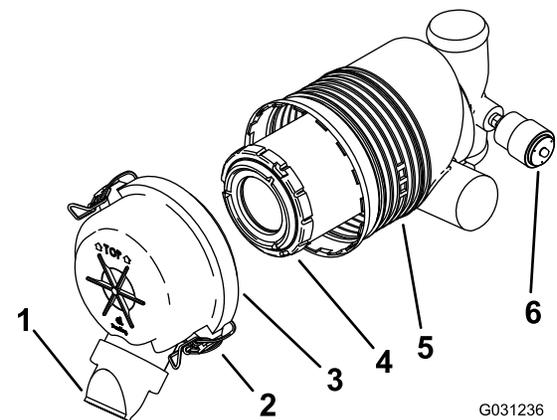

Bild 44
Wichtig: Warten Sie den Luftfilter nur, wenn die Wartungsanzeige rot ist (**Bild 44**). Das frühzeitige Auswechseln des Luftfilters erhöht nur die Gefahr, dass Schmutz in den Motor gelangt, wenn Sie den Filter entfernen.
4. Lösen Sie die Riegel am Luftfilter und ziehen Sie die Abdeckung vom Luftfiltergehäuse ab (**Bild 44**).
1. Schieben Sie den Filter vorsichtig aus dem Luftfiltergehäuse heraus (Bild 44).
4. Setzen Sie den Filter vorsichtig ein (Bild 44).
5. Bringen Sie die Luftfilterabdeckung mit der Seite an, auf der TOP gestanzt ist, und rasten Sie die Riegel ein (Bild 44).